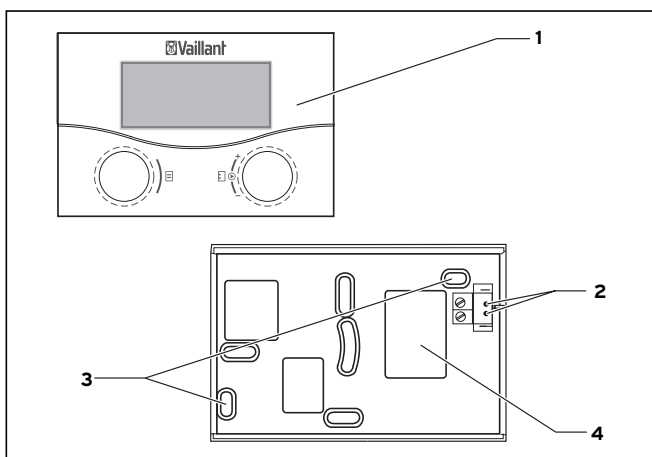

Рис. 3.2 Монтаж в качестве прибора дистанционного управления
- Откройте прибор дистанционного управления (2), вставляя отвертку в обе выемки (1) снизу прибора, как указано на рисунке 3.1.
- Разместите два крепежных отверстия (3) с диаметром 6 мм согласно рис. 3.2 и вставьте дюбели, входящие в объем поставки.
- Протяните соединительный кабель через кабельный ввод (4).